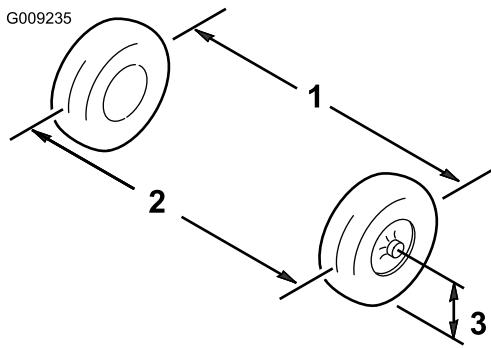

图 53
1. 以轮轴的高度为标准、分别测出两个前轮的轮前距离和轮后距离(图53)。